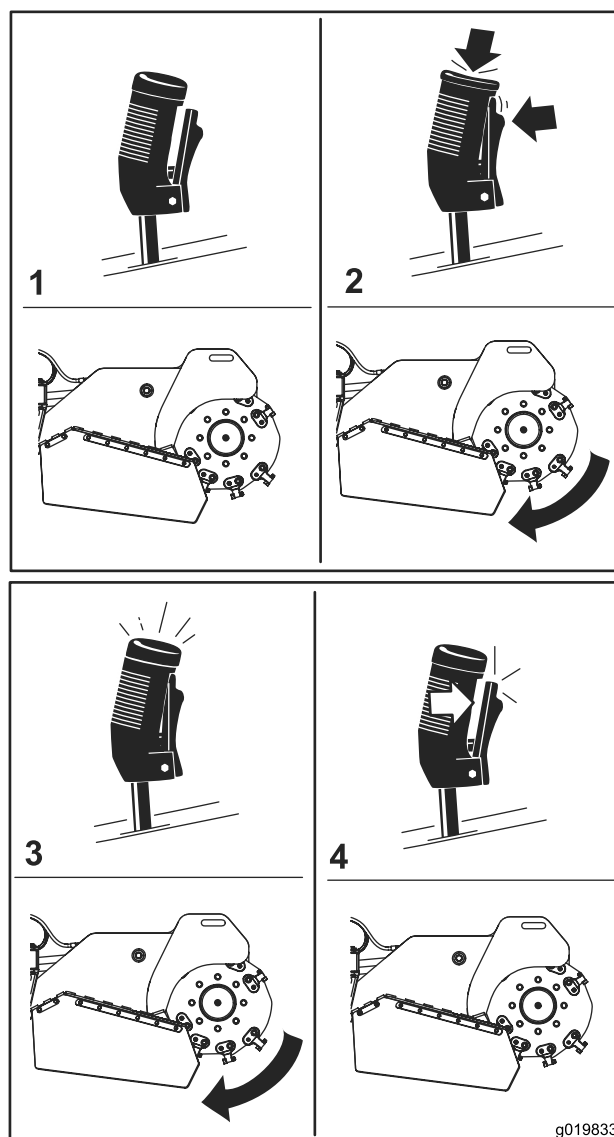

Figura 13
- Para iniciar o triturador (Figura 13), prima o botão vermelho na parte superior da alavanca, depois pressione o gatilho. Assim que o triturador tiver iniciado, pode soltar o botão vermelho.
- Para parar o triturador (Figura 13), solte o gatilho durante mais de meio segundo.